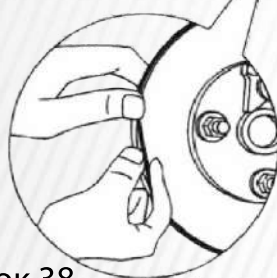

Рисунок 38
6. Удалите резиновый успокоитель из тормозного диска (рис. 38).